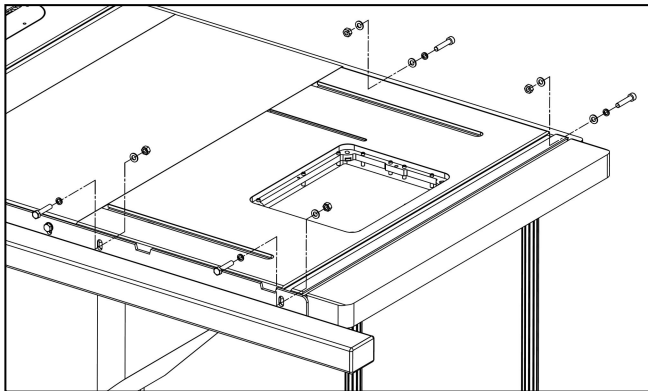

图 13
3. 安装在台锯锯片右侧的电木铣工作台, 需要将台板与导轨固定, 如图 13 所示。